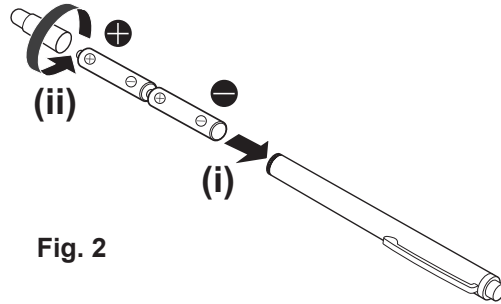

Fig. 2
- 2) Installez les piles dans le sens indiqué dans la figure 2 et tournez le capuchon du crayon dans la direction inverse pour le fermer.